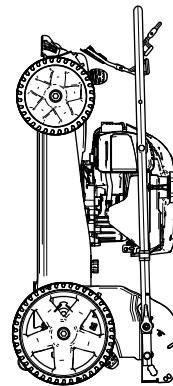

図 23
6. ハンドルで機体の前部を持ち上げて格納場所へ運ぶ図 23。